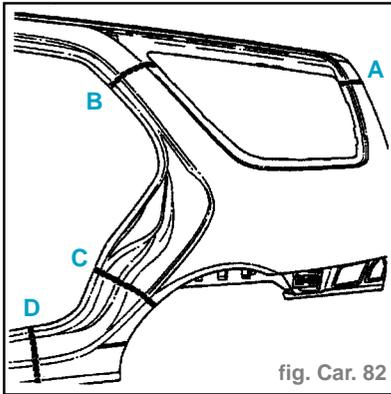

fig. Car. 82
- Pour le remplacement de cette pièce plusieurs possibilités sont envisageables (fig. Car. 82) :
- 1 : coupe en (A), (B) et (C),
- 2 : coupe en (A), (B) et (D).